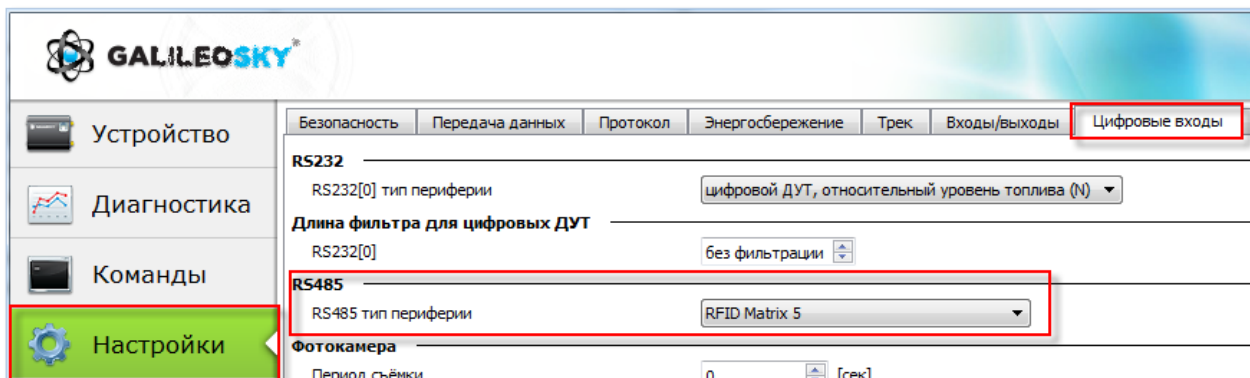

Рисунок 7. Настройка цифрового входа RS485 на работу со считывателем Matrix 5
2. В поле «RS485 Тип периферии» выберите значение «Matrix 5» (рис.7);